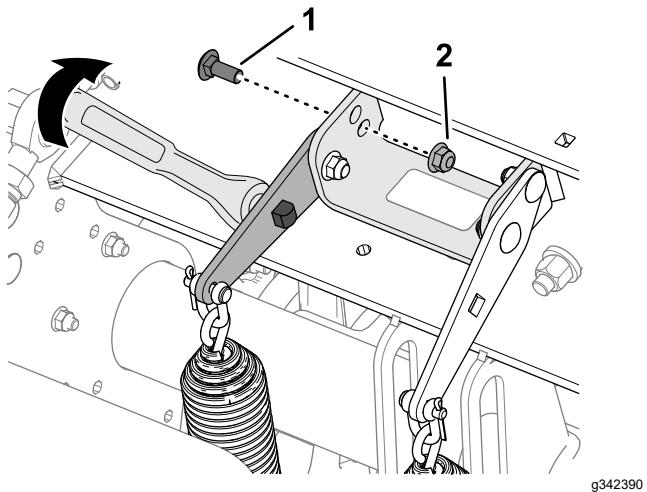

図 110
4. スプリングテンションプレートの四角い穴に  $\frac{1}{2}$ " のラチェットまたはバールを差し込む図 110。